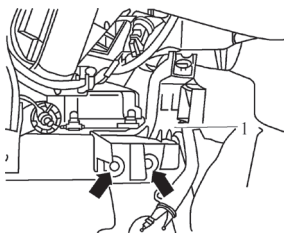

图 5-14 取下前端板支架
11) 旋出图5-14箭头所示螺母, 取下前端板支架1。从空调暖风装置上脱开冷凝水排出软管。